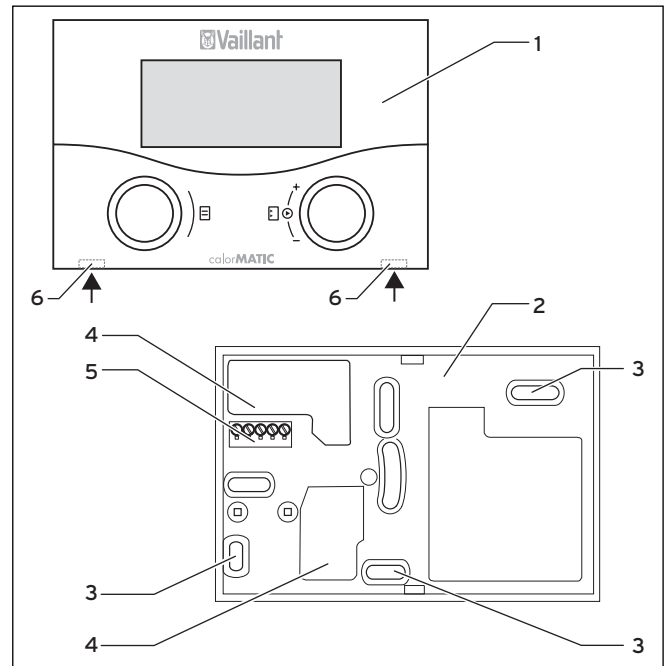

Abb. 4.1 Montage des Reglers
- Führen Sie einen Schraubendreher in die beiden Öffnungen (6) des Wandschalters (2) ein (→ Abb. 4.1, Pfeile).
- Ziehen Sie den Regler (1) vom Wandschalter (2) ab.